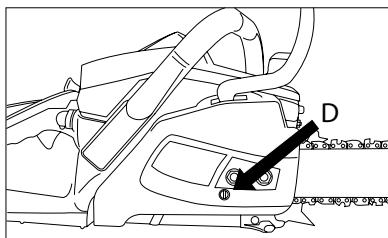

Fig. 11
1. Desserrez les écrous de fixation du guid-chaîne (couvercle de protection avec le protège-freins), tournez la vis de réglage (D) dans le sens horaire pour tendre la chaîne. Pour réduire la tension de la chaîne, tournez la vis de réglage (D) dans le sens antihoraire. Assurez-vous que la chaîne est posée sur toute la périphérie du guid-chaîne (fig. 11).